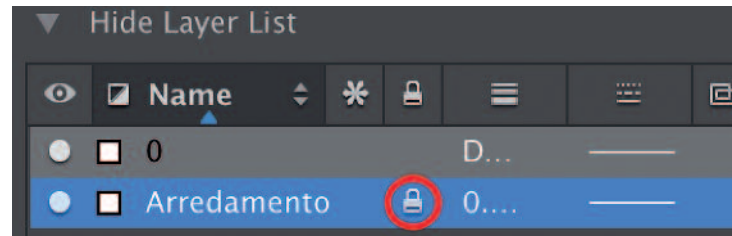

Fig. 11
- **Lock (Blocca):** cliccando a sinistra della indicazione delle grossezze della linea appare un lucchetto (nella figura cerchiato in rosso) e indica che il Layer è stato bloccato. Il blocco fa sì che gli oggetti associati a quel Layer rimangano visibili ma non siano selezionabili né modificabili. Normalmente si blocca un Layer quando si vogliono utilizzare comandi di modifica che non devono essere applicati a determinati oggetti (► Fig. 11).